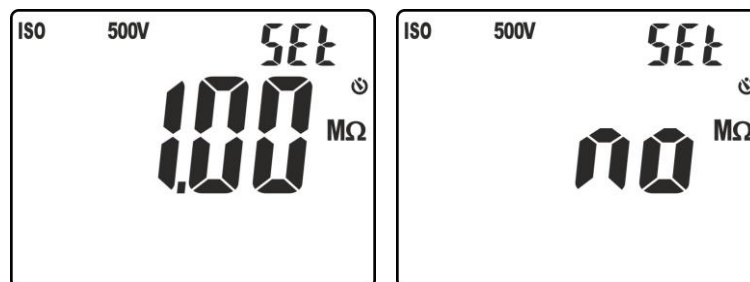

Abb. 16: Einstellung des Grenzwerts bei der Isolationsmessung
5. Drücken Sie die Tasten **▼/⚡** oder **▲/ZERO** zur Auswahl des Werts unter den folgenden Optionen: **0.10M Ω , 0.230M Ω , 0.50M Ω , 1.00M Ω , 100M Ω , no**. Die Option "no" bedeutet, dass kein Grenzwert eingestellt wurde (siehe Abb. 16).
4. Drücken und halten Sie die Taste **VTEST/LIM** (>2s) zur Einstellung des minimalen Grenzwerts bei der Messung. Das Symbol "Set" blinkt im Display. Drücken Sie die Tasten **▼/☼** oder **▲/ZERO** zur Auswahl des Werts unter den folgenden Optionen: **0.10MΩ, 0.230MΩ, 0.50MΩ, 1.00MΩ, 100MΩ, no**. Die Option "no" bedeutet, dass keinen Grenzwert eingestellt wurde (siehe Abb. 16).
4. Drücken und halten Sie die Taste **VTEST/LIM** (>2s) zur Einstellung des **minimalen** Grenzwerts bei der Messung. Das Symbol "Set" blinkt im Display. Drücken Sie die Tasten **▼/⚡** oder **▲/ZERO** zur Auswahl des Werts unter den folgenden Optionen: **0.10MΩ, 0.230MΩ, 0.50MΩ, 1.00MΩ, 100MΩ, no**. Die Option "no" bedeutet, dass keinen Grenzwert eingestellt wurde (siehe Abb. 16).